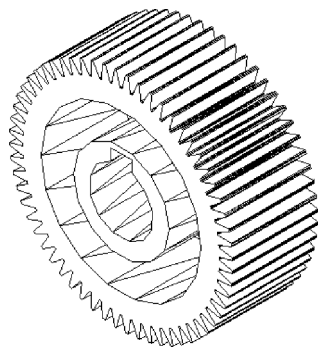

图 13-28 绘制的齿
11) 单击【实体编辑】选项板 | 【差集】按钮，选中齿轮轮廓的圆柱体，按回车键，依次选择分解后的齿，按回车键。单击【视图】功能区 | 【视觉样式】选项板 | 【隐藏】按钮，隐藏看不到的线段，如图 13-28 所示。